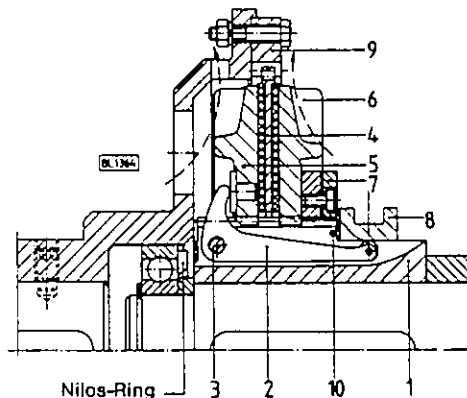

Abb. 3
2. Beschreibung (Abb. 3)
Die Kupplungen sind für Trockenlauf bestimmt und daher nicht zu schmieren. Damit keine Schmiermittel eindringen können, sind die Lager gegenüber dem Lamellenpaket unbedingt abzudichten (siehe Abb. 3).
Zu Abbildung 3
Die Lager müssen so dicht wie möglich an die Kupplung herangesetzt werden. Falls das nicht möglich ist, sowie bei hohen Drehzahlen, müssen bei Wellenkupplungen die getrennten Wellen innerhalb der Kupplung ineinander gelagert werden (siehe Abb. 3). Getrennte Wellen müssen genau fluchten (siehe Abb. 4-6).